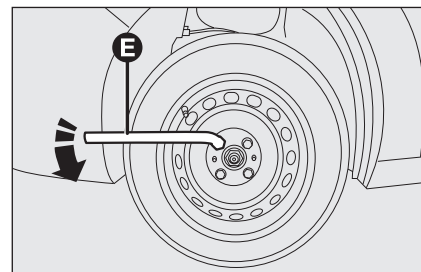

fig. 5
- ☐ desserrez d'environ un tour les boulons de fixation de la roue à remplacer avec la clé fournie **E-fig. 5**;